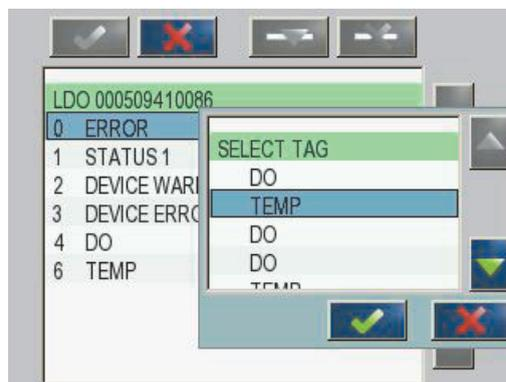

Figura 46 Menu di configurazione Profibus/Modbus: Select tag (Seleziona tag)
6. Nell'elenco apparecchi Telegram, selezionare una tag (ad esempio, Error o Status) e premere il pulsante **AGGIUNGI**. Viene visualizzata la casella Select tag (Seleziona tag) con tutte le tag disponibili per la sonda (Figura 46).